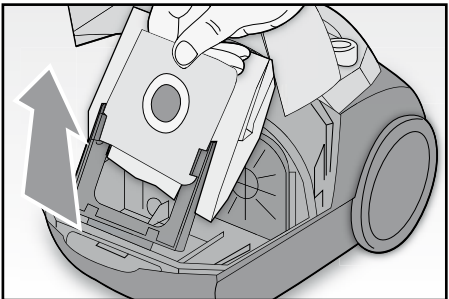

Fig. 7
- Estrarre il sacchetto, prestando attenzione a non strapparli, fare scivolare la parte di cartone rigida o in plastica nel caso di sacchetto in tessuto, nelle apposite guide (FIG. 7). Gettarlo nel bidone della spazzatura nel caso di sacchetto in carta, oppure svuotarlo ed eventualmente lavarlo con acqua e detergente neutro nel caso di sacchetto in tessuto.
- Rimuovere il sacchetto (FIG. 7).